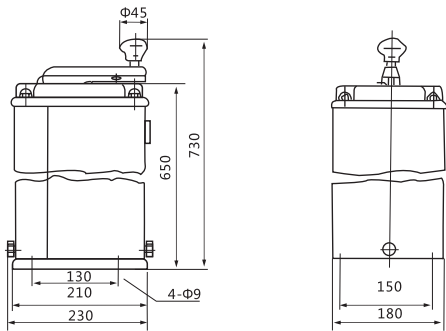

图1 KTJ15 $\frac{63}{32}$ 型凸轮控制器安装和外形尺寸
- (1) 控制器的外形及安装尺寸见图1、图2；
- (2) 触头元件的接线螺钉，辅助电路为M5，主电路为M6。